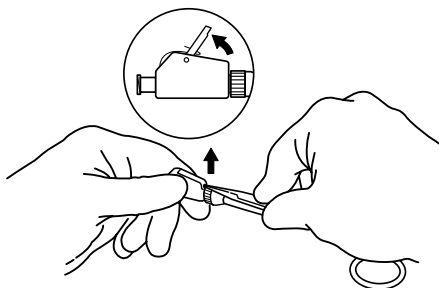

Fig. 4
- Lirk opad, indtil grebet på låsekammen er frit. (**Fig. 4**)